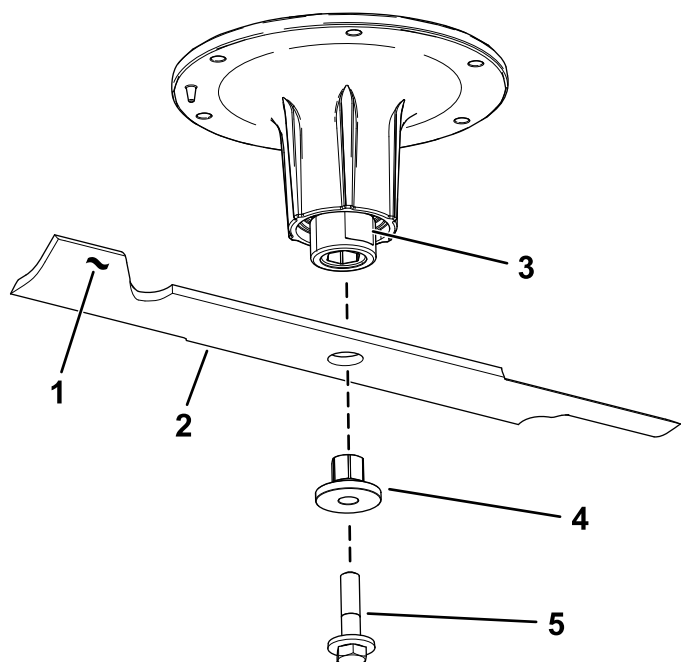

Figure 118
2. Retirez le boulon, la douille et la lame de l'axe de pivot (Figure 118).